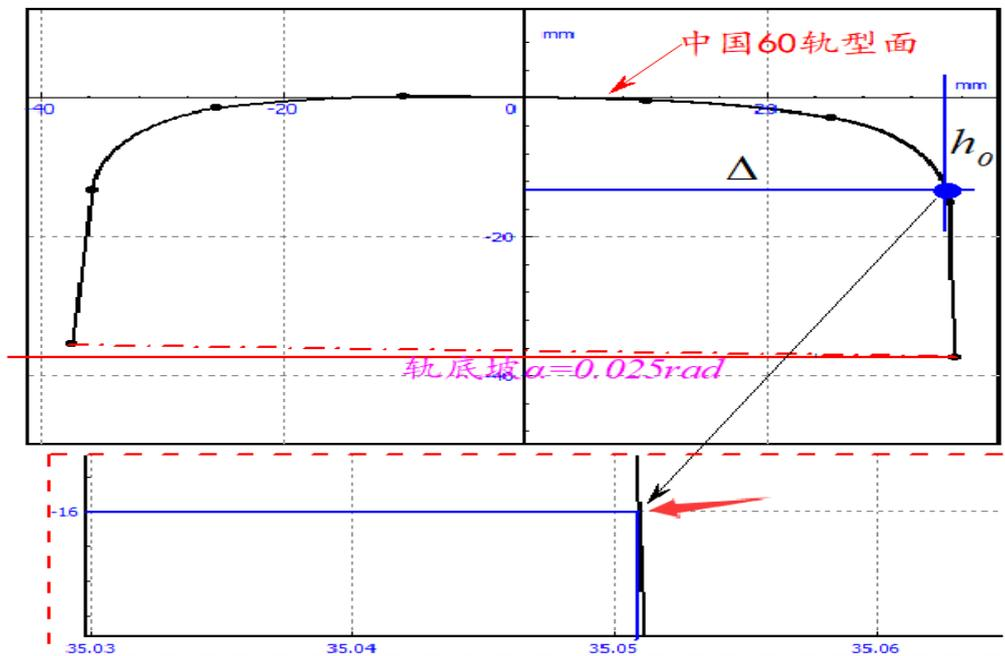

图 037-6
5、以中国 60kg/m 钢轨为例，考虑轨底坡 $\alpha=1:40=0.025\text{rad}$ 时（可在轮轨型面编辑器中将钢轨型面旋转 -1.43° 得到），可测得轨距测量点 $h_0=16\text{mm}$ 处（从最高点往下量）对应的 $\Delta\approx 35.05\text{mm}$ （如图 037-6）。已知车轮名义滚动圆横向跨距之半 $l_0=0.7465\text{m}=746.5\text{mm}$ ，轨距之半 $l_1=1435/2\text{mm}=717.5\text{mm}$ ，代入式 $l_0 + \delta = l_1 + \Delta$ 可得 $\delta=6.05\text{mm}$ 。